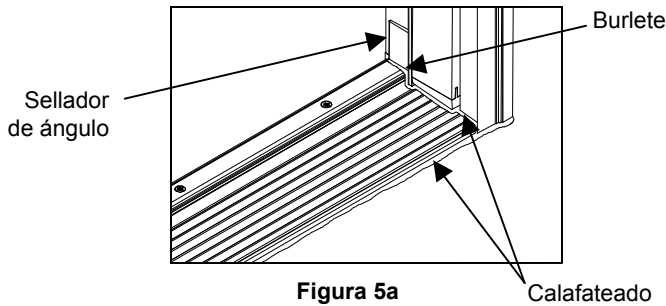
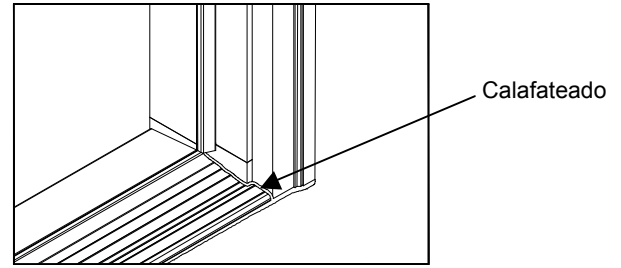

Figura 5a
Figura 5b
- 5 IMPORTANTE:** Para puertas que se abren para adentro, instale dos selladores de ángulos (incluidos en el kit de instalación) en cada una de las partes inferiores de las jambas de una puerta activa, de acuerdo a la Figura 5a. Para un sistema de puerta doble, verifique que una almohadilla hermética de esquina se haya instalado en la parte inferior del lado de la puerta activa de un atrárgalo. El sellador de ángulo se debe colocar por debajo del burlete. Aplique el calafateado en la intersección de las jambas, molduras, umbral y piso. Para las puertas que se abren para adentro, también aplique el calafateado en la intersección de las jambas, molduras, umbral y piso según la figura 5b.